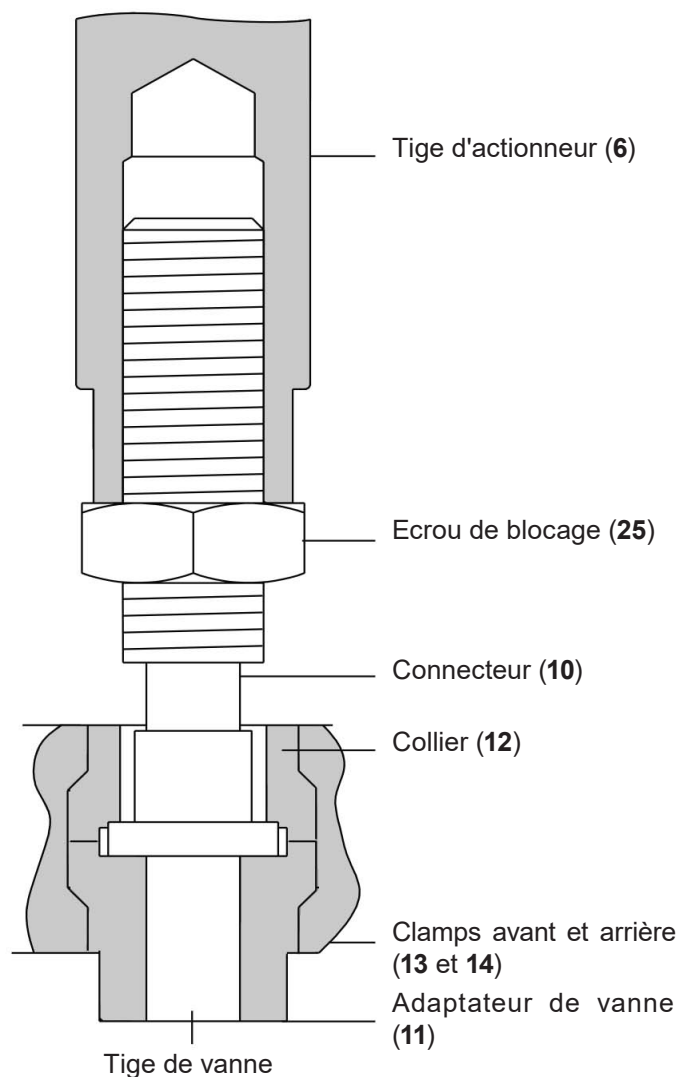

Fig. 7 - Ensemble adaptateur de l'actionneur, adaptateur de vanne et connecteur.
Pour ajuster le point de réglage, voir Fig. 7 et procéder de la manière suivante :
- Avec le clapet de vanne appliqué sur son siège, régler l'adaptateur de vanne (**11**) jusqu'à toucher le connecteur (**10**). Voir Fig. 7 pour une installation correcte.